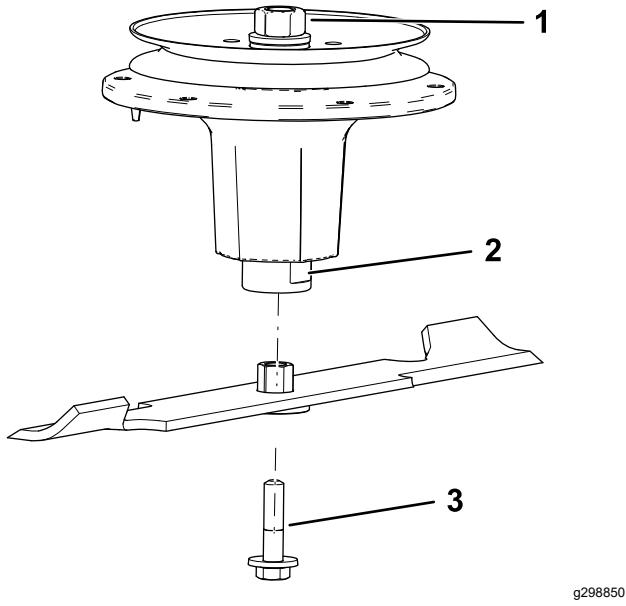

Figure 97
2. Instale el conjunto de buje/cuchilla en el eje (Figure 97).